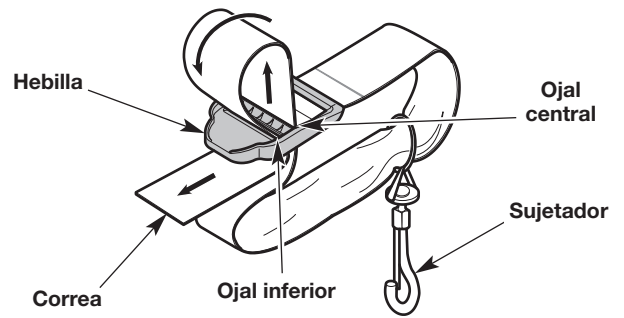

Fig. 13
1. Haga pasar la correa hacia arriba por el ojal central de la hebilla (Fig. 13).
2. Doble la correa sobre sí misma y hágala pasar por el ojal inferior de la hebilla (Fig. 13).